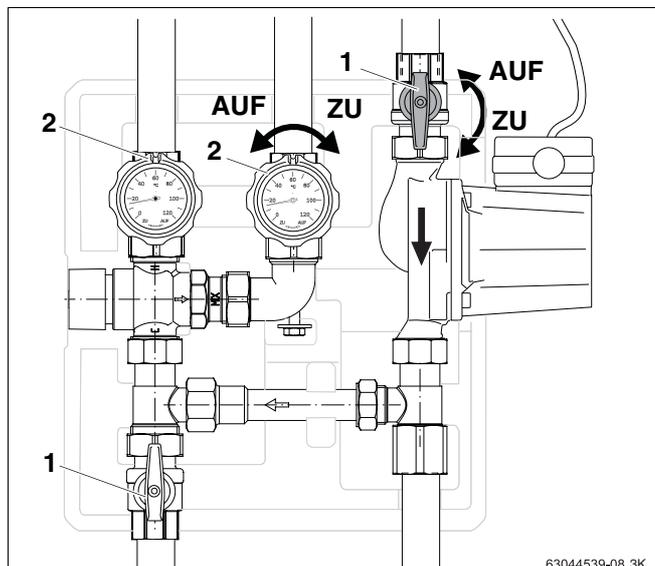

Abb. 11 Kugelhähne schließen und öffnen
- Kugelhahn (Abb. 11, **Pos. 1** und **2**) bis Anschlag nach rechts drehen, um ihn zu schließen.
- Kugelhahn (Abb. 11, **Pos. 1** und **2**) bis Anschlag nach links drehen, um ihn zu öffnen.